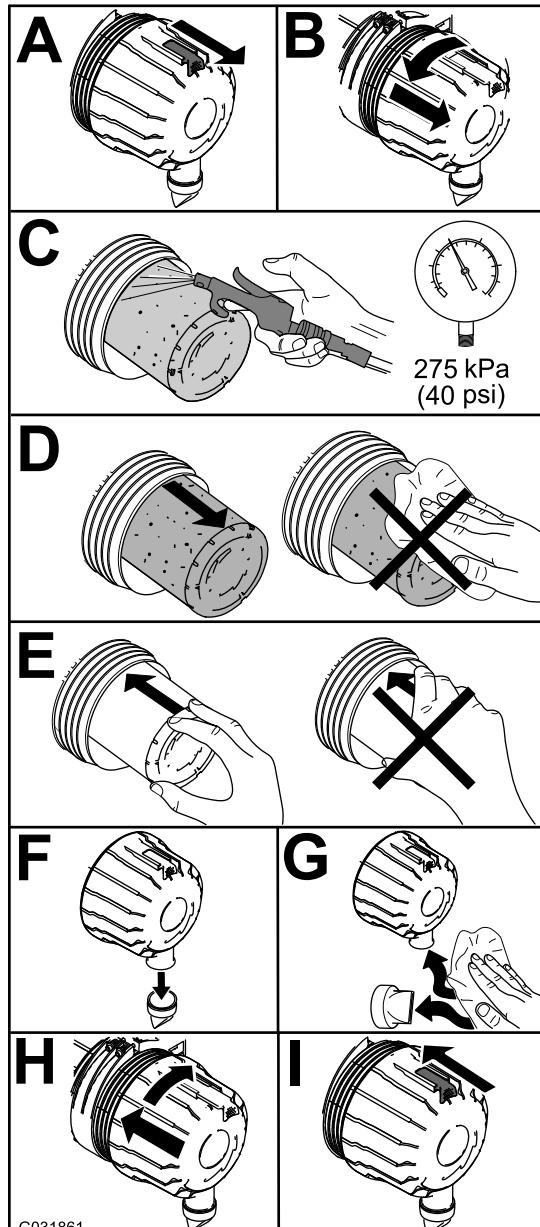

Bild 74
1. Tauschen Sie den Luftfilter aus (Bild 74).